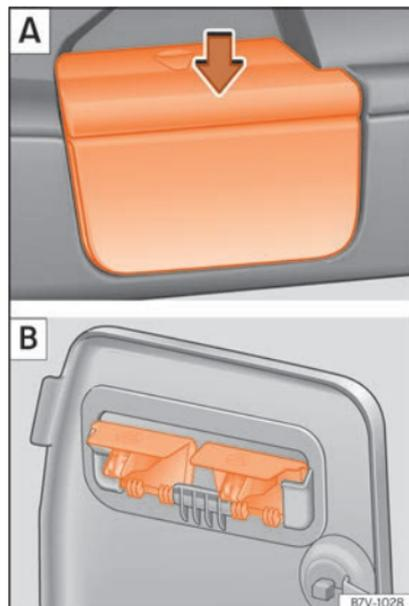

Fig. 169 Retirez les supports de la plage arrière A et rangez-les dans un endroit sûr B.
- Retirez la plage arrière du support des revêtements latéraux »» fig. 169 A. Appuyez pour cela sur la plage arrière vers le bas (flèche) et retirez-la.
- Ouvrez le compartiment du revêtement latéral gauche arrière du coffre à bagages »» page 184 et accrochez la plage arrière à la partie arrière du cache du compartiment »» fig. 169 B.